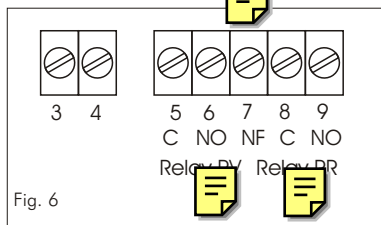

Fig. 6
**2 -** Brancher les contacts de sortie des relais sur les bornes correspondantes (fig. 6):
- borne 5 = C relais Vert (RV)
- borne 6 = NO relais Vert (RV)
- borne 7 = NF relais Rouge (RR)
- borne 8 = C relais Rouge (RR)
- borne 9 = NO relais Rouge (RR)